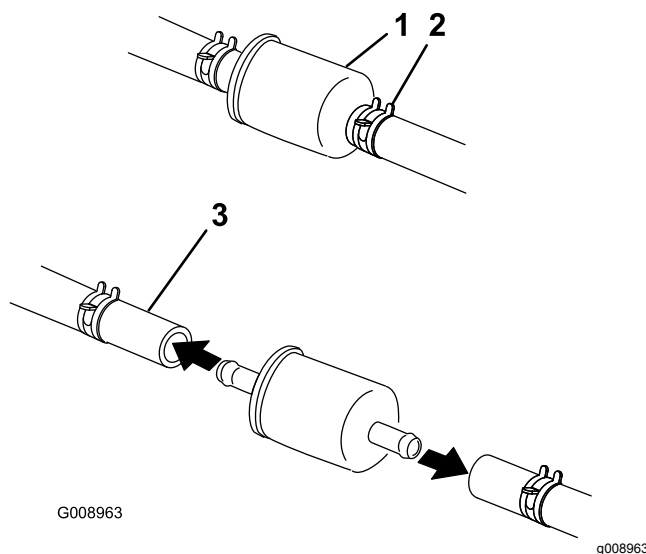

Figure 57
4. Fermez le robinet d'arrivée de carburant sous le siège (Figure 57).
5. Pincez les extrémités des colliers et éloignez les colliers du filtre (Figure 57).
7. Posez un filtre neuf et rapprochez les colliers de fixation du filtre (Figure 57).